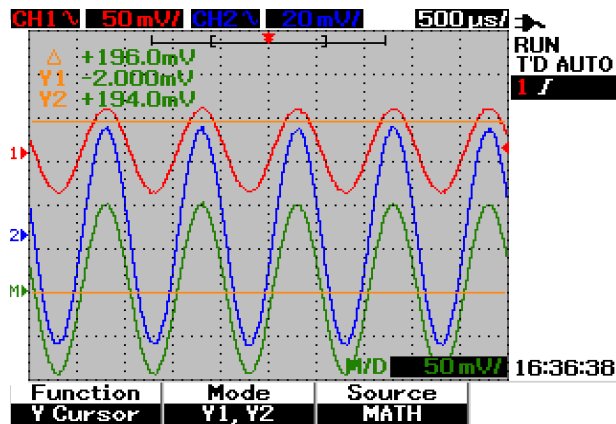

Abbildung 3-36 Math-Funktionen für die Y-Cursormessung
- 6 Abbildung 3-36 zeigt, dass Math-Funktion ausgewählt wurde und das Ergebnis oben rechts im Anzeigebereich der Wellenform.